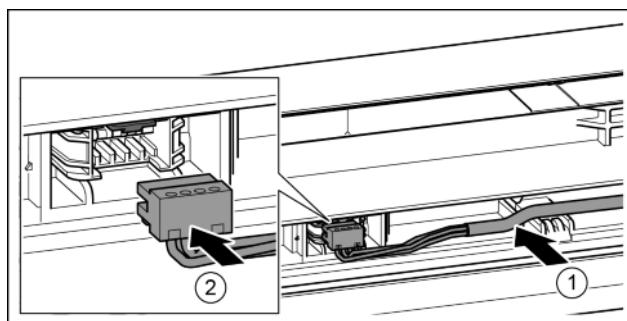

Fig. 37
- ▶ Вставте сірий кабель в направлячу в верхніх дверцях. Fig. 37 (1)
- ▶ Зафіксуйте штекер. Fig. 37 (2)